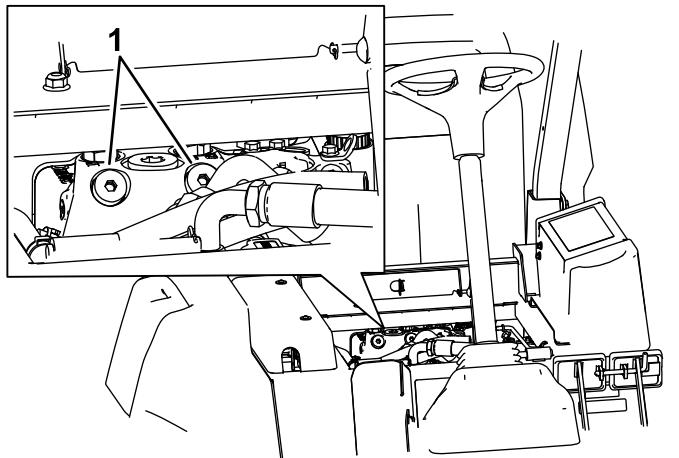

Figura 75
- Sollevate il sedile e individuate le valvole di bypass, che sono posizionate sotto la parte anteriore del serbatoio del carburante (Figura 75).